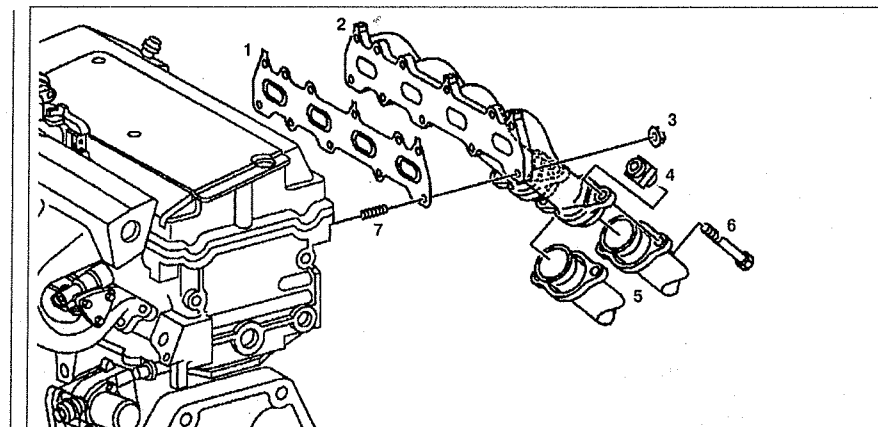

Рис. 2.5. Выпускной коллектор:
1. Снимите переднюю часть выпускной системы 5 (см.рис.2.5).